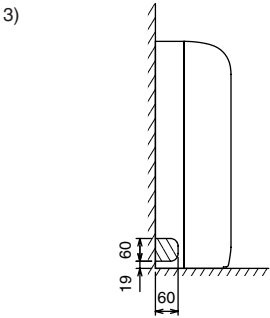

Fig. 3-9
- 3) Per la tubazione di sinistra (Fig. 3-9)